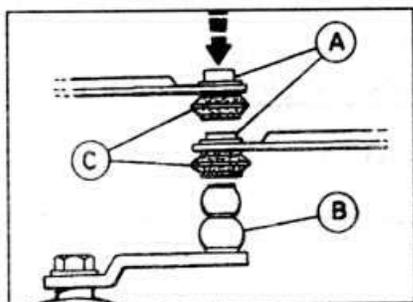

Рис. 12.61. Подсоединение тяг к приводу стеклоочистителя.
- Снимите провод массы с аккумулятора. Переместите тяги стеклоочистителя в такое положение, чтобы открылся доступ к шаровым шарнирным соединениям тяги стеклоочистителя. С помощью рычага снимите тяги стеклоочистителя с оси со сферическими головками (см. рис. 12.61, 12.62).